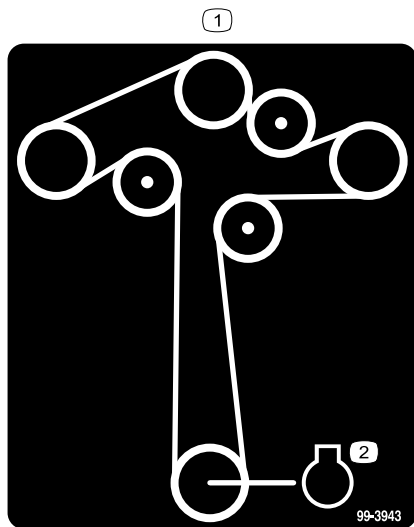

Figure 8
1. Installez la courroie du tablier de coupe (Figure 8), si elle a été retirée. Reportez-vous à la section Remplacement de la courroie du tablier de coupe dans le *Manuel de l'utilisateur*.